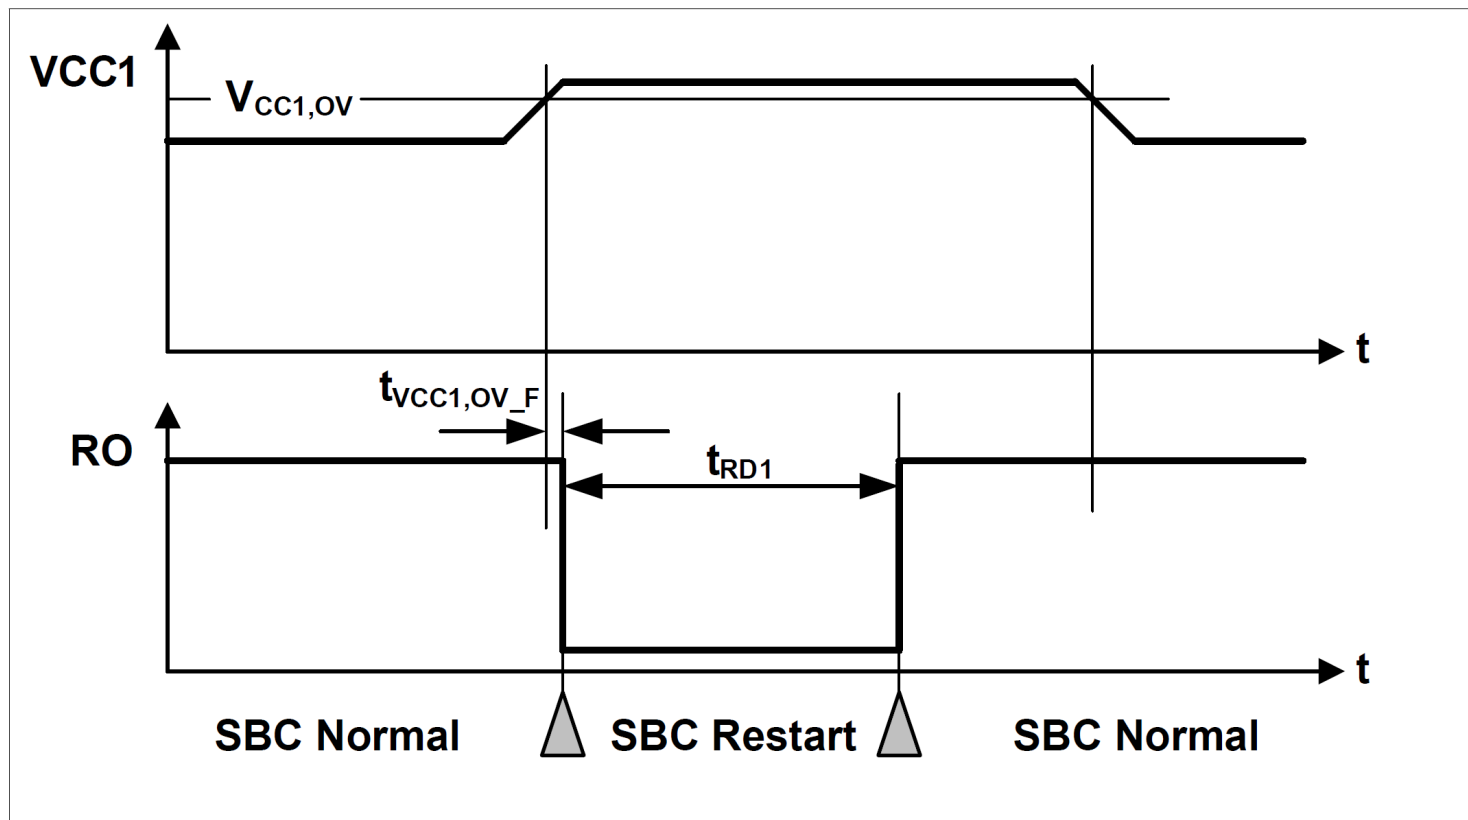

图 58 VCC1 过压时序图
- 如果 **VCC1_OV_RST** 位被置位且 **CFG_P** = '1'，那么 SBC 将进入重启模式。FOx 输出被激活。在复位延迟时间 (t_{RD1}) 过后，即使 VCC1 过压情况仍然存在，SBC 也会退出重启模式，恢复到正常模式（另见图 58）。**VCC1_OV_RST** 位会自动清零。